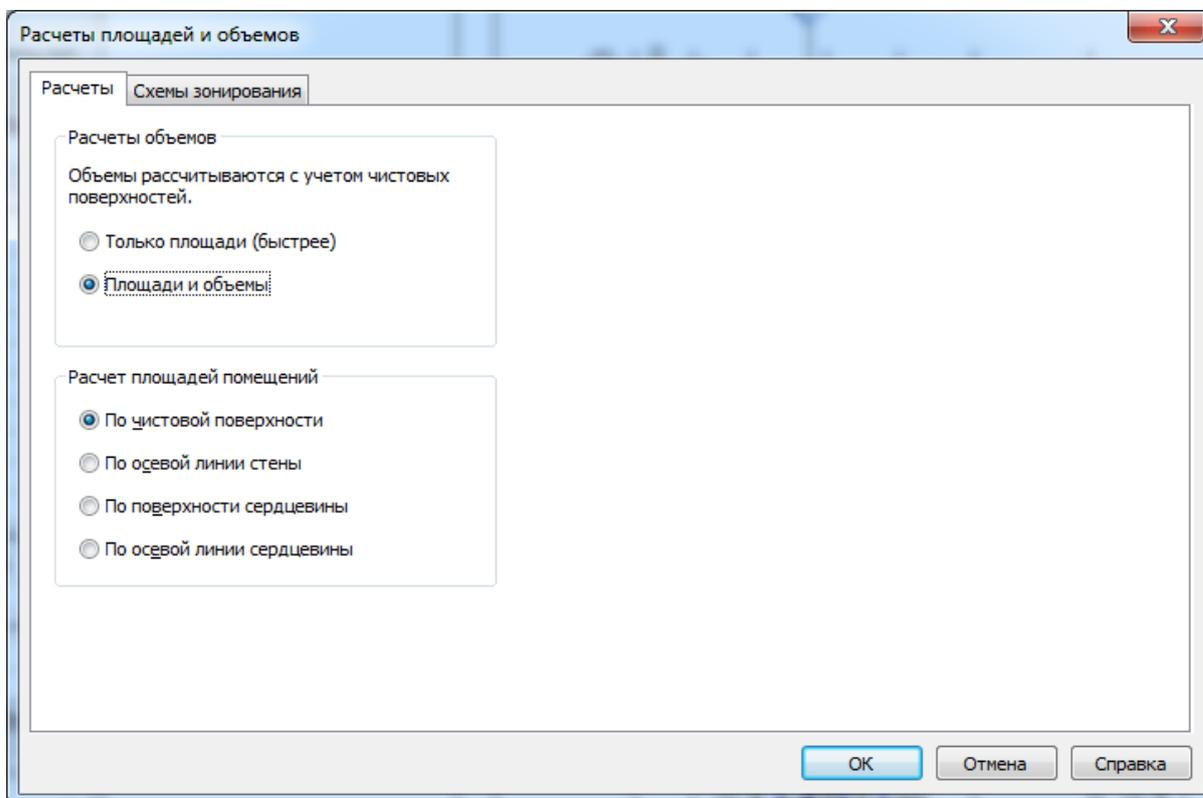

Рисунок 3.38 Меню настройки расчетов площадей и объемов
2. На вкладке "Расчеты" диалогового окна "Расчеты площадей и объемов" убедитесь, что переключатель "Расчеты объемов" находится в положении "Площади и объемы" (рисунок 3.38).